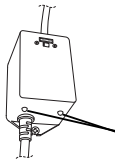

Figure 7
22. Une fois le courant rétabli, vous pouvez inspecter le ballast (12), Figure 7, afin de vérifier que le système CLEARRAY fonctionne. Un voyant vert stable indique que le système CLEARRAY est alimenté et doit toujours être allumé. Un voyant rouge continu signifie que la lampe UV est activée.